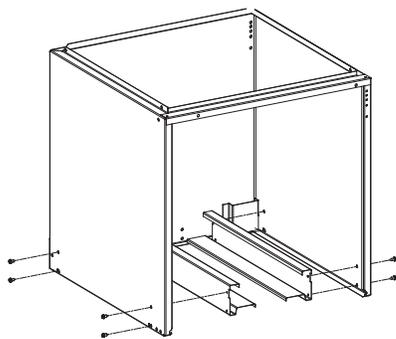
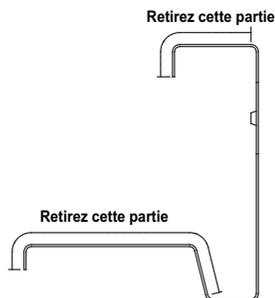

Fig. 3 – Retrait des profilés
Fig. 4 – Découpe des profilés
3. Déposez les deux profilés latéraux internes du caisson existant en retirant les 4 vis de chaque côté (consultez la figure 3 qui décrit la procédure recommandée). S'il n'est pas possible d'atteindre les vis, découpez les parties supérieure et inférieure des profilés comme montré dans la figure 4.